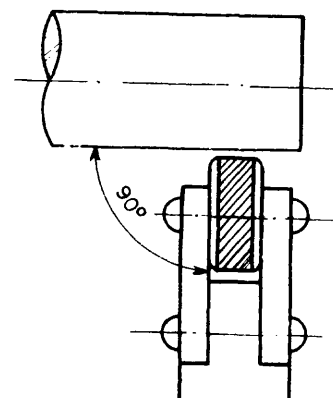

Fig. 6
- b) el alineamiento; (el moleteador deberá fijarse perpendicular a la superficie a ser moleteada - fig. 6).